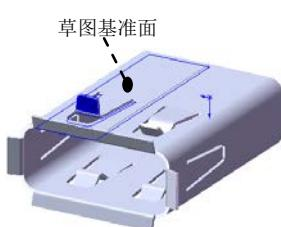
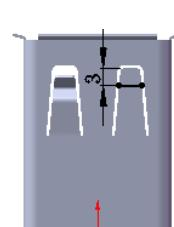

图 10.63 绘制的折弯 10
图 10.65 横断面草图
Step20. 创建图 10.63 所示的钣金特征——绘制的折弯 10。
(1) 选择下拉菜单 $\text{插入(I)} \rightarrow \text{钣金(H)} \rightarrow \text{绘制的折弯(S)...}$ 命令。
(2) 定义横断面草图。选取图 10.63 所示的模型表面为草图基准面，绘制图 10.65 所示的横断面草图。